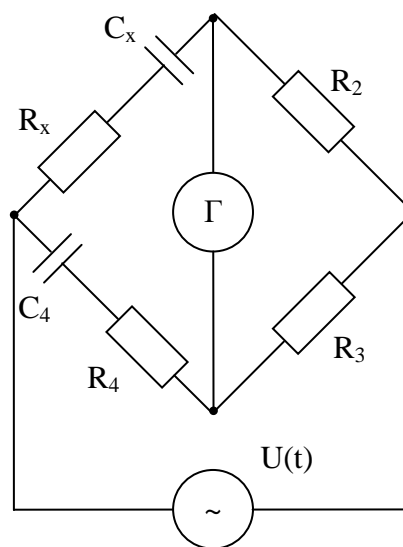

Рис. 9.
23. Определить емкость C_x и тангенс угла потерь $\text{tg} \delta_x$ конденсатора, если измерение выполнялось по схеме моста (рис. 9) на частоте 1000 Гц и плечо множителя $R_2 = 1$ кОм; плечо отсчета $R_3 = 500$ Ом; регулируемое сопротивление $R_4 = 10$ Ом; емкость образцового конденсатора $C_4 = 0,1$ мкФ.